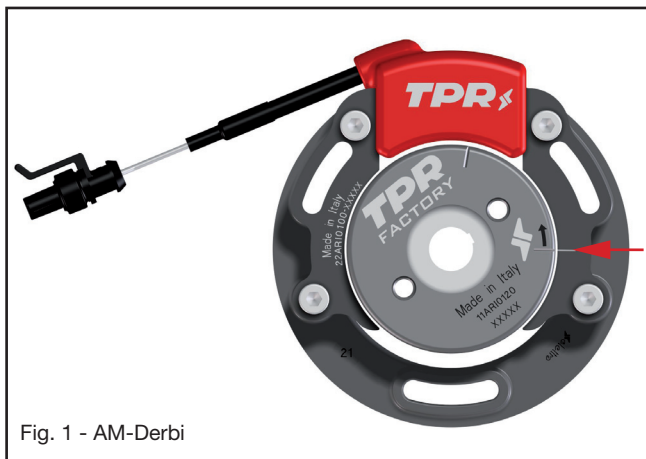

Fig. 1 - AM-Derbi
- En maintenant le vilebrequin dans cette position (PMH), faire coïncider la ligne de référence gravée sur le rotor avec celle située sur le stator (Fig. 1) par l'intermédiaire de sa rotation, puis bloquer les trois vis M4 de fixation du stator (Couple de serrage 3,5 ÷ 4,5 Nm égal à 0,35 ÷ 0,45 kg*m environ).
- En maintenant le vilebrequin dans cette position, insérer le rotor (Pce 2) et faire coïncider la ligne de référence gravée sur le rotor avec celle située sur le stator (Fig. 1), insérer la rondelle Ø 10 (Pce 9) et l'écrou M10 x 1 (Pce 8) (Couple de serrage 30 Nm égal à 3 kgm environ).